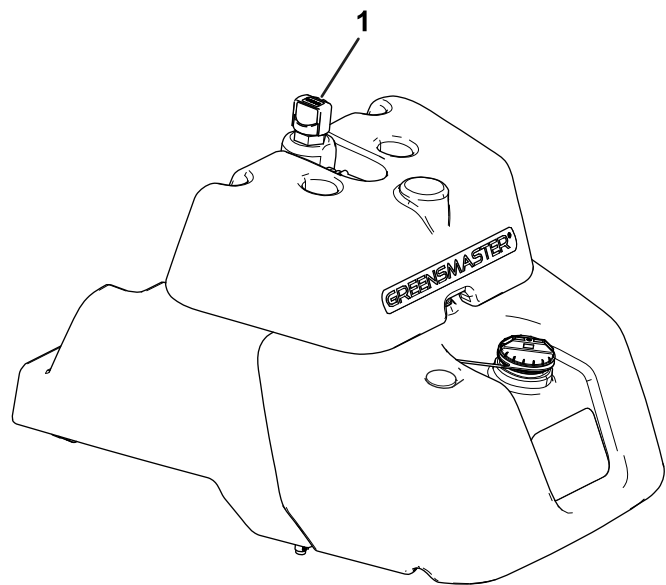

图40
- 如果油箱没有观察窗口，请找到主液压油箱顶部的量油尺 (图40)，然后继续步骤 3。